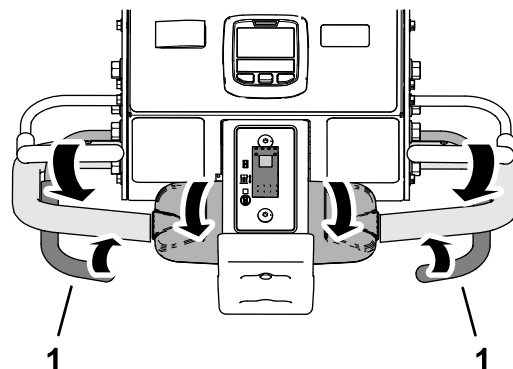

Figura 94
3. Închideți fie partea stângă, fie la dreapta a manetei de aerare (Figura 94).